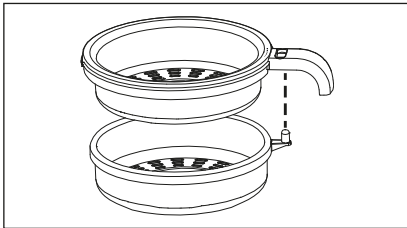

Bild 1
- ◆ Sätt ihop silens **4/5** delar. Placera de två delarna ovanpå varandra så att reglaget **6** sticker upp ur överdelens öppning **4** (bild 1). Tryck ihop de båda delarna tills de snäpper fast.